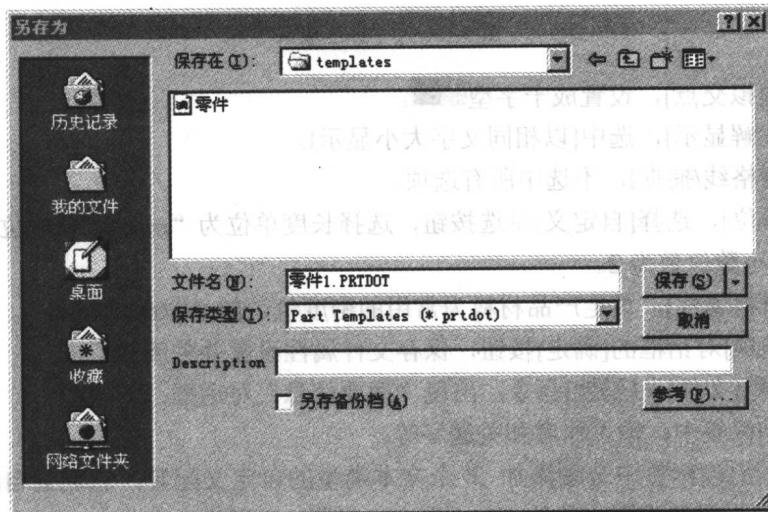

图 1-8 “另存为”对话框
⑫ 完成文件模板设置后，单击[保存]按钮，打开“另存为”对话框，如图 1-8 所示，在“保存类型”中选择零件模板“Part Templates (*.prtddot)”。此时，文件的保存目录会自动切换到 SolidWorks 安装目录：`\data\templates`。